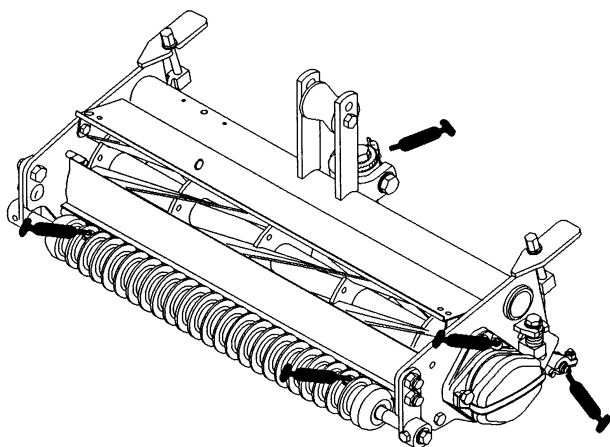

Figure 5
Smørepunktenes beliggenhet og smøremengde: knivplatens dreieledd (1), sylindrelagre (2) og fremre og bakre valser (2 stk.) (fig. 5).